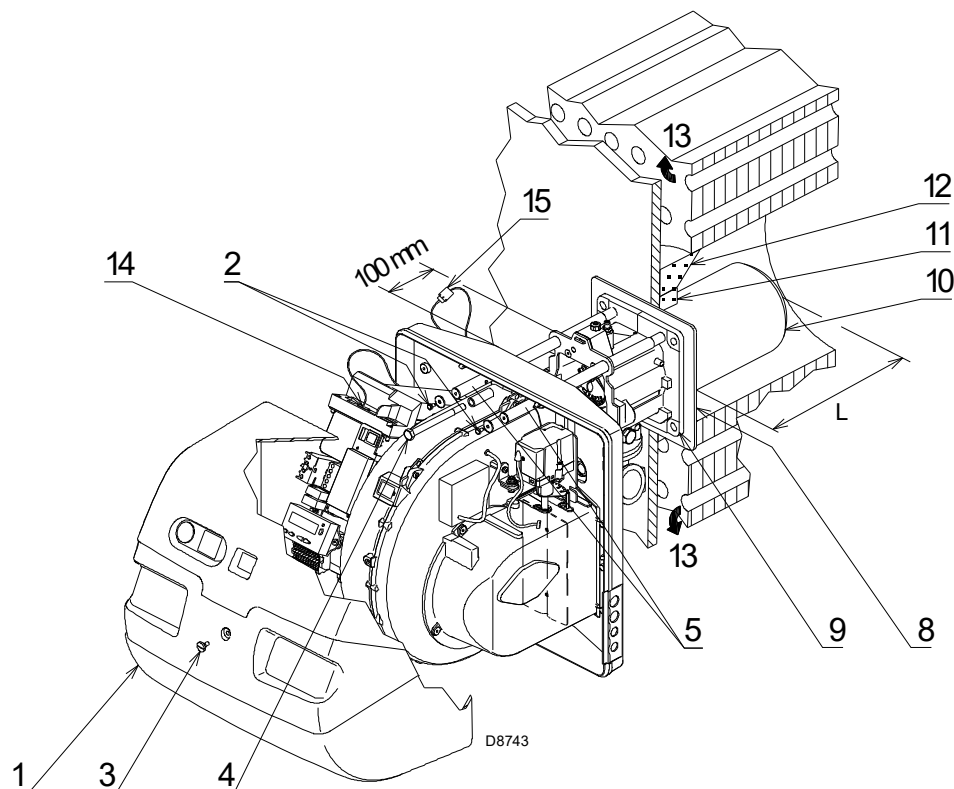

Рис. 16
В котлах с передним оборотом дымовых газов 13)(Рис. 16) защитите огнеупорным материалом 11) зону между огнеупорной частью котла 12) и жаровой трубой 10).
Отсоедините головку горения от остальной части горелки, как на Рис. 16; выполните следующее:
- снова установить горелку на направляющие 3) примерно на 100 мм от муфты 4) - положение горелки указано на Рис. 16;
- подсоедините штекер сервопривода 14) (Рис. 16) и закрутите кабельный ввод 15);